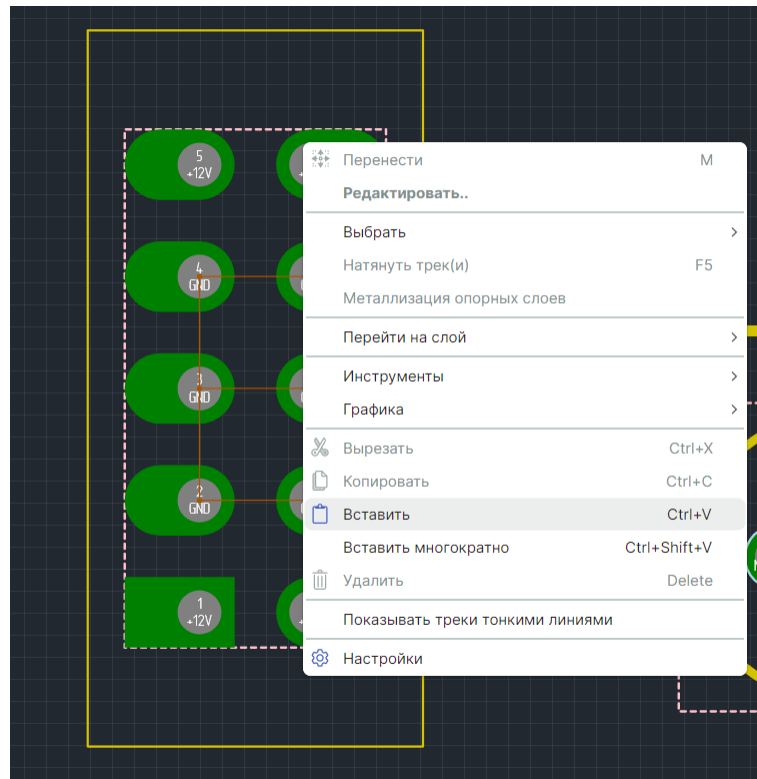

Рис. 420 Вставка скопированного трека
3. Перейдите к нужному месту платы, в том числе на другой проводящий слой и воспользуйтесь пунктом «Вставить» контекстного меню или используйте горячие клавиши «Ctrl+V», см. Рис. 420.